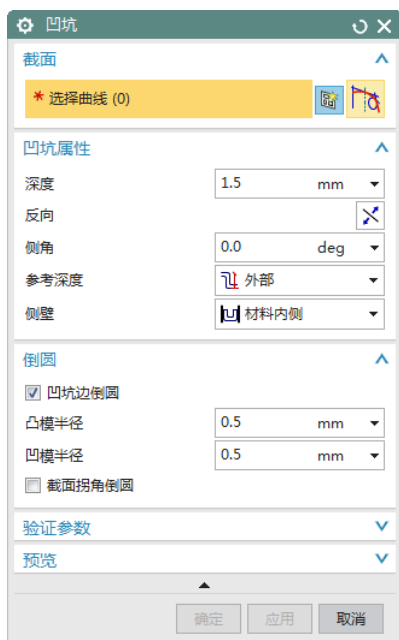
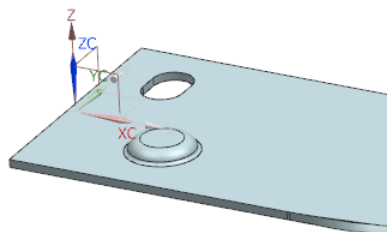

图 10-67 “凹坑”对话框
图 10-71 创建凹坑特征
(1) 选择“菜单(M)”→“插入(S)”→“冲孔(H)”→“凹坑(D)”,或者单击“主页”选项卡“凸模”面组上的“凹坑”按钮,打开如图 10-67 所示的“凹坑”对话框。
(2) 在如图 10-67 所示对话框中,单击“绘制截面”按钮,打开“创建草图”对话框。
(5) 在如图 10-67 所示对话框中,设置“深度”为 1.5,“侧角”为 0,“参考深度”为“外部”,“侧壁”为“材料内侧”。勾选☒凹坑边倒圆复选框,设置“凸模半径”和“凹模半径”分别为 0.5。单击<确定>按钮,创建凹坑特征,如图 10-71 所示。